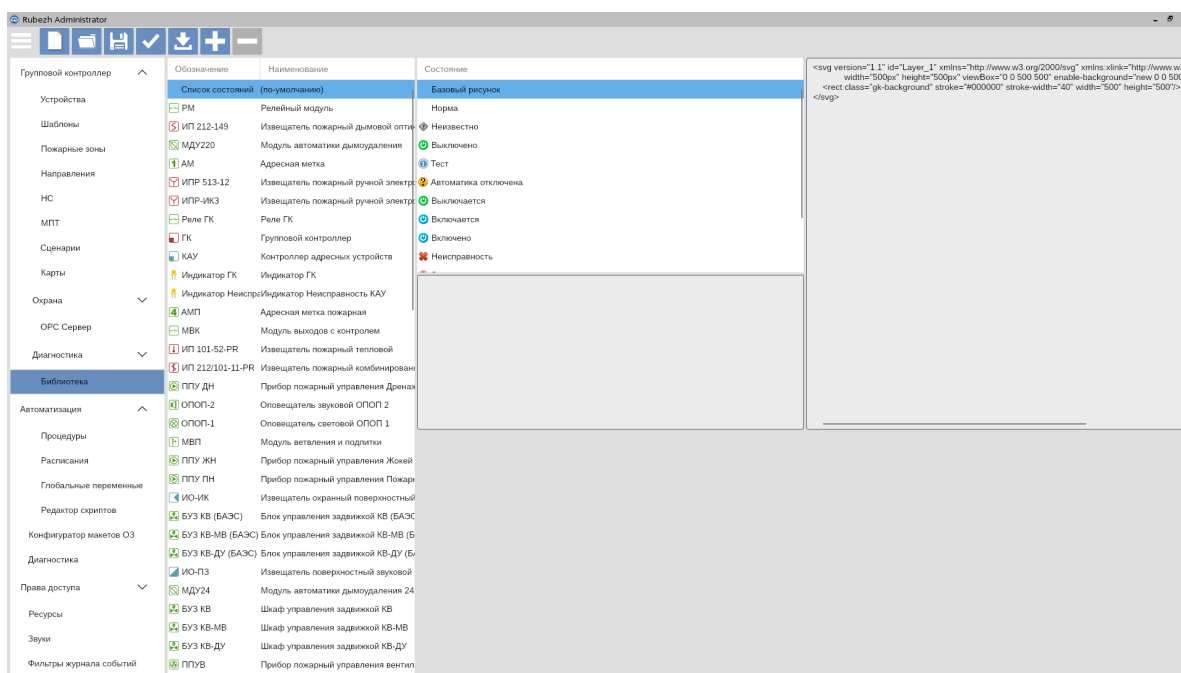

Рисунок 9.5 – Окно вкладки Библиотека
2. Добавить состояния устройству: для этого выберите добавленное устройство, далее в панели «Состояние» откройте контекстное меню правой кнопкой мыши, затем выберите состояние, для которого далее будет изменено визуальное отображение на плане (рисунок 9.5).